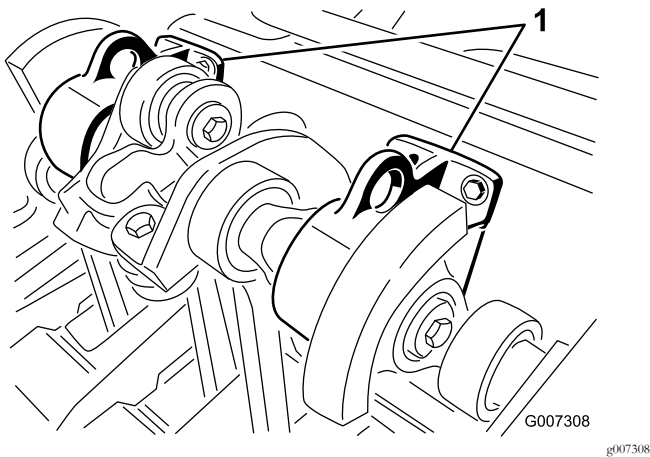

图26
**注意** 如果可行可用起重机提起 ProCore 打孔机的后部。用打孔头轴承壳体上的孔眼作为起重机连接点 图26